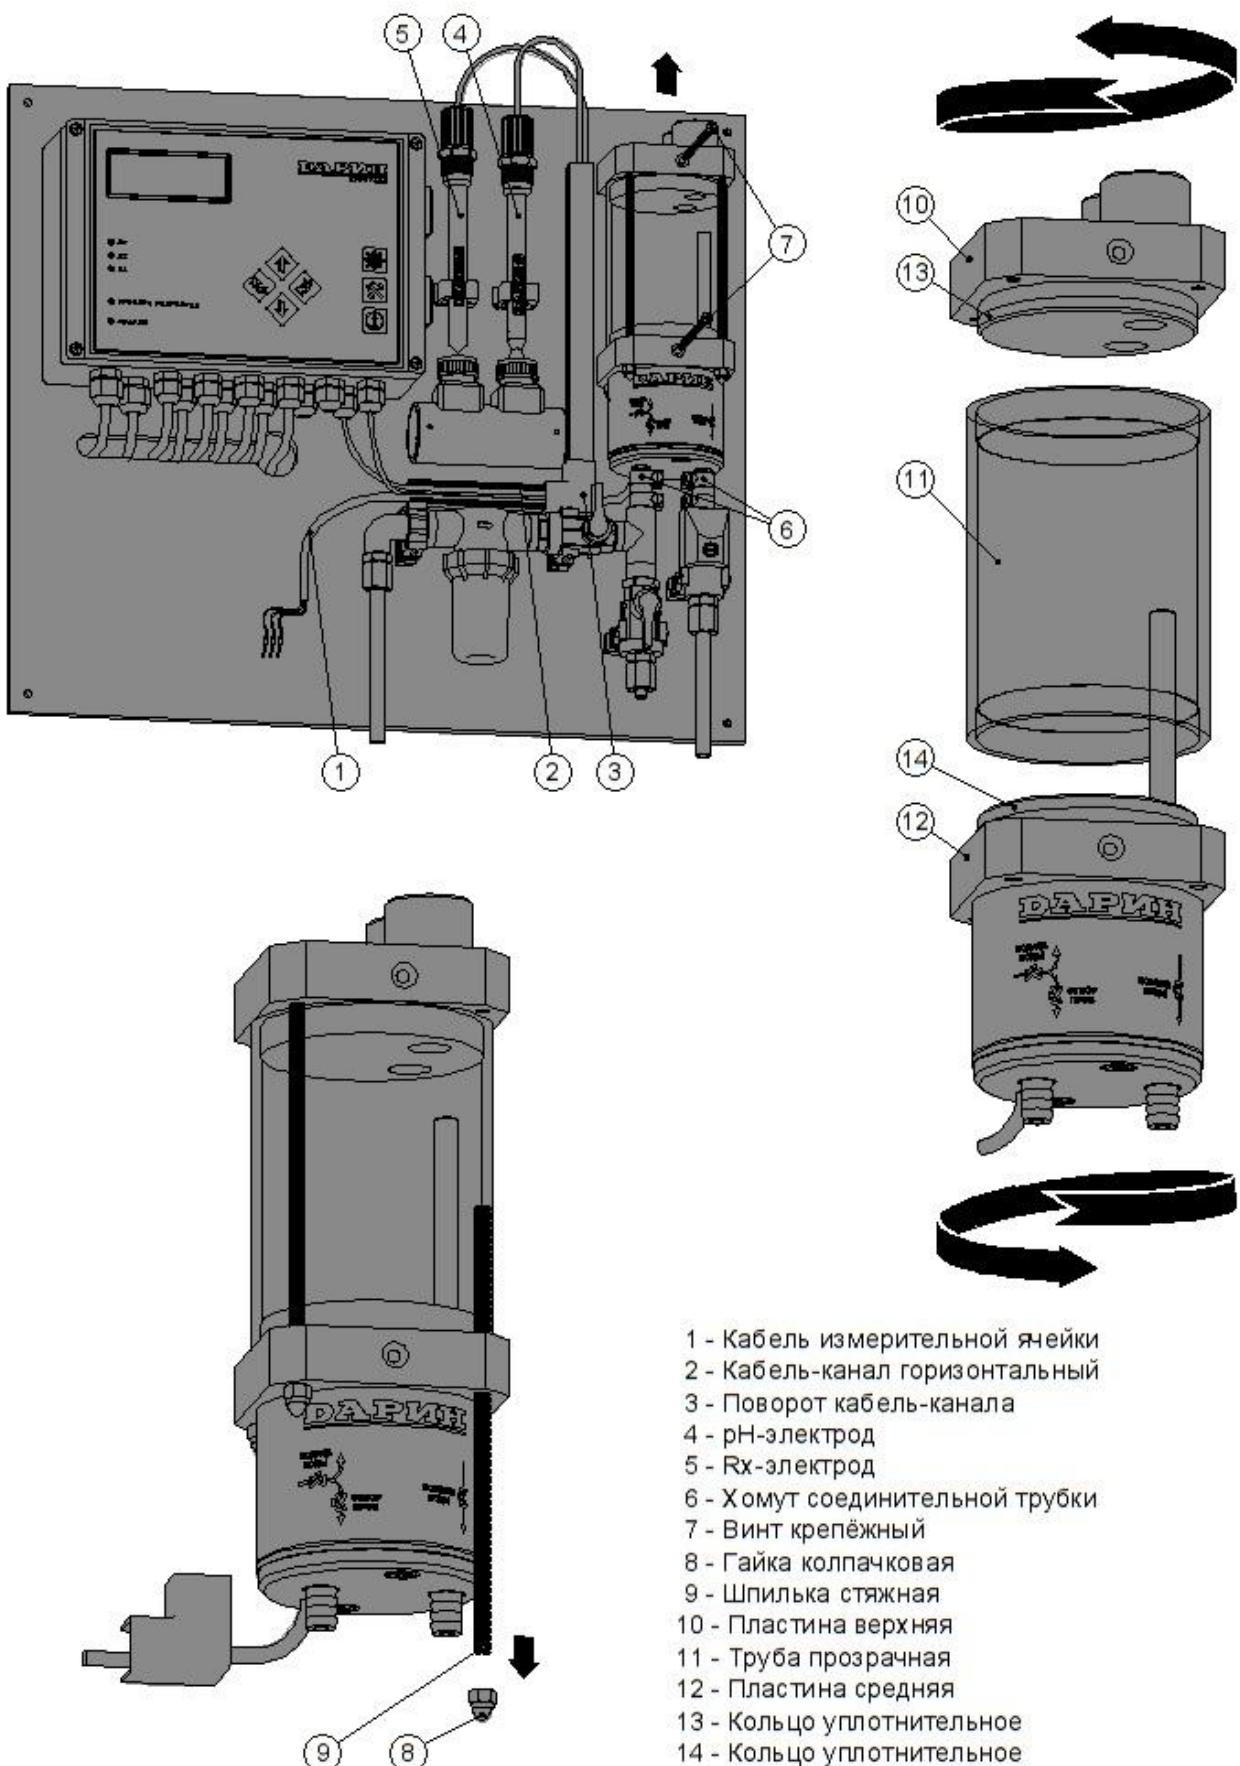

Рис.6.2-2 Очистка стенок проточной камеры измерительной ячейки Rx, pH
- открыть крышку контроллера Кристалл, отсоединить провода от клемм «Измерительная ячейка» (см. рис.4.3-3), ослабить гайку гермоввода и вытащить кабель измерительной ячейки наружу (см. рис.6.2-2, поз.1);
- снять крышку с горизонтального кабель-канала (см. рис. 6.2-2, поз.2) и отсоединить от кабель-каналов поворот (см. рис.6.2-2, поз.3) вместе с кабелем измерительной ячейки (см. рис.6.2-2, поз.1);
- выкрутить из ячейки pH-электрод и Rx-электрод; эти электроды поместить в держатели электродов (см. рис.6.2-2, поз. 4 и 5);
- ослабить хомуты соединительных трубок на входном и выходном патрубках измерительной ячейки (см. рис.6.2-2, поз. 6);
- выкрутить крепёжные винты измерительной ячейки (см. рис.6.2-2, поз. 7) – сначала нижний винт, а затем, придерживая ячейку рукой, верхний винт;
- скрутить колпачковые гайки (4 шт.) со стяжных шпилек измерительной ячейки, а затем выкрутить из ячейки и сами шпильки (см. рис.6.2-2, поз. 8 и 9);
- отделить от измерительной ячейки верхнюю пластину, поворачивая и одновременно вытягивая эту пластину из прозрачной трубы (см. рис.6.2-2, поз. 10 и 11);
- отделить от измерительной ячейки прозрачную трубу, поворачивая и одновременно вытягивая из этой трубы среднюю пластину (см. рис.6.2-2, поз. 11 и 12);
- перед сборкой ячейки нанести силиконовую смазку на уплотнительные кольца верхней и средней пластины (см. рис.6.2-2, поз. 13 и 14); рекомендуется использовать смазку для шлангов перистальтических насосов;